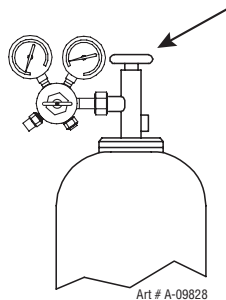

Figura 3-3: ABRA la válvula del cilindro
9. Abra con cuidado y lentamente la válvula del cilindro (figura 3-3) hasta que se observe la presión máxima en el manómetro de presión alta.